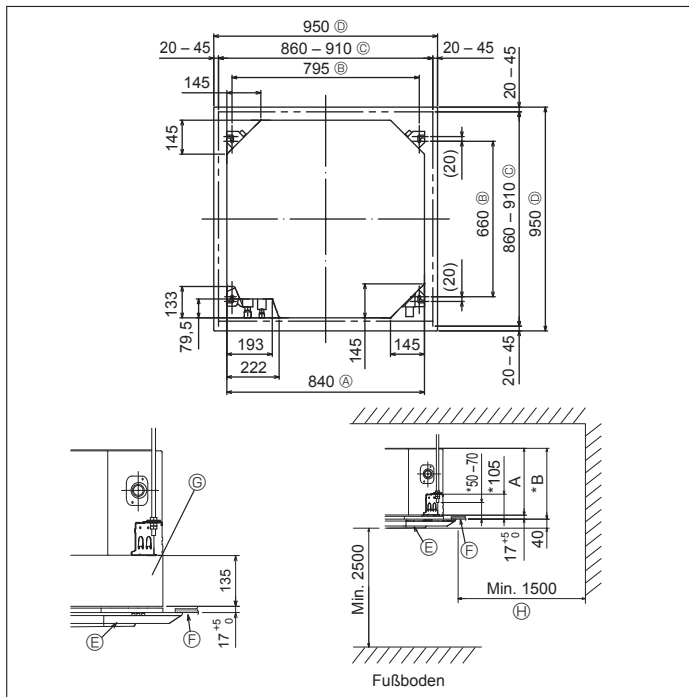

Fig. 3-2
3.2. Lage der Öffnungen in der Decke und der Befestigungsschrauben für die Aufhängung (Fig. 3-2)
* Die Abmessungen der Deckenöffnung können innerhalb des in Fig. 3-2 dargestellten Bereichs angepaßt werden. Deshalb ist die Hauptanlage in der Deckenöffnung zu zentrieren und sicherzustellen, daß die jeweils gegenüberliegenden Seiten überall den gleichen Abstand aufweisen.